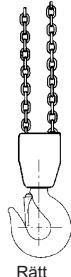

Fig 3 Kättingen får ej vara vriden!
- Lastkättingen får inte ha kinkar och ej heller vara vriden. För 2-eller flerpartigt lyftblock finns risken att kättingen blir vriden genom att underblocket råkar bli vänt igenom kättingslingan – oftast vid ommontering eller flyttning av lyftblocket mellan olika arbetsställen. Se fig 3.